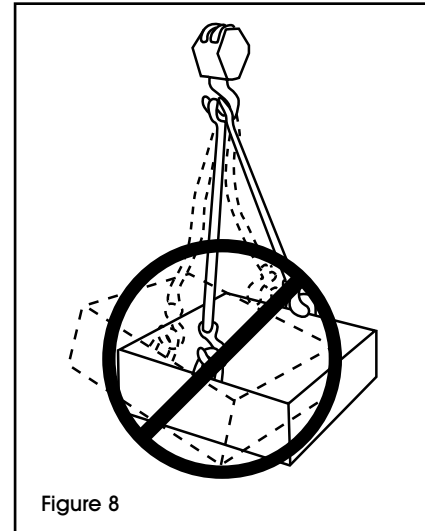

Figure 8
- Ne pas cogner le chargement. Les secousses pourraient surcharger l'élingue et entraîner son échec. (Voir Figure 8)